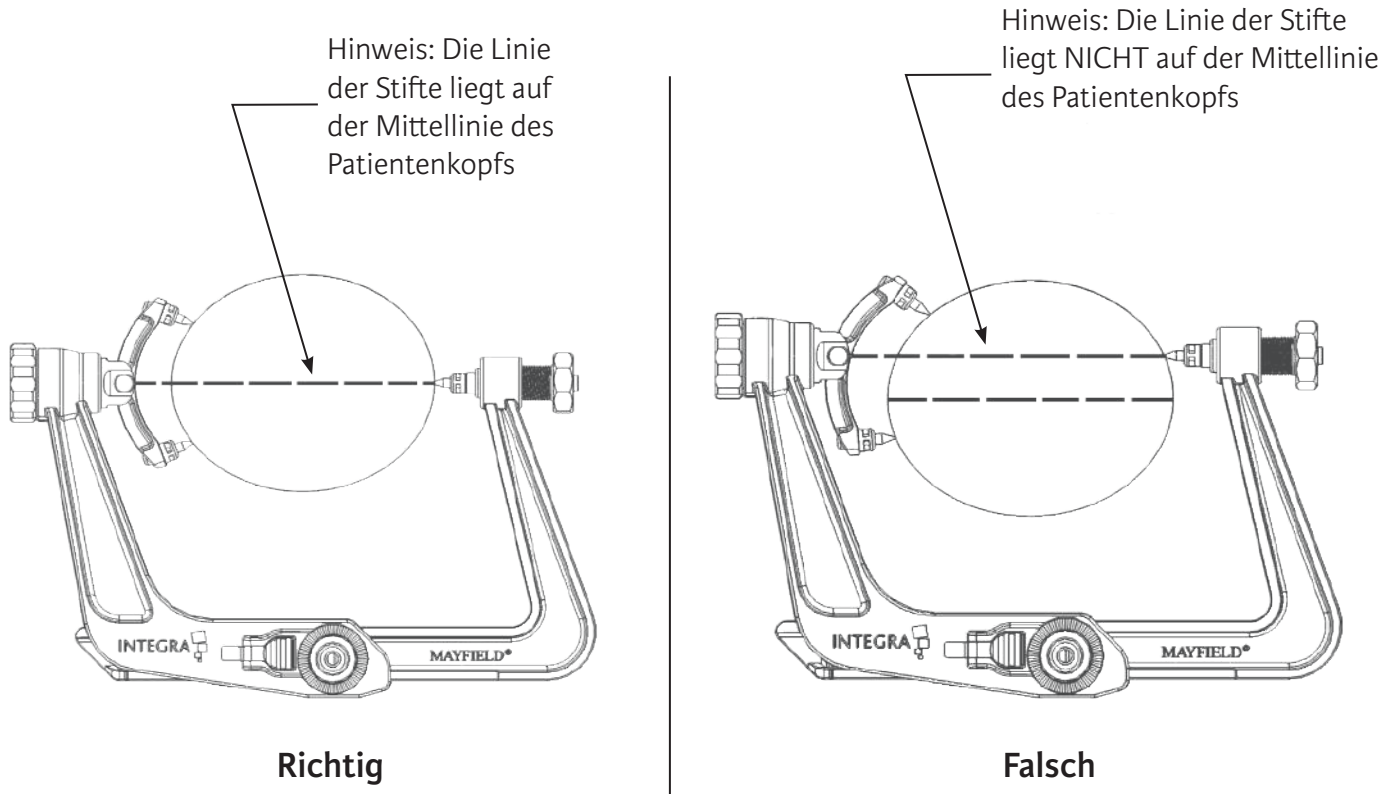

Abbildung 6 Positionierung der Schädelstifte der Schwinge
4. Die 2-Stift-Schwinge so positionieren, dass die Schädelstifte gleich weit von der Mittellinie des Kopfes entfernt sind (siehe Abbildung 6).